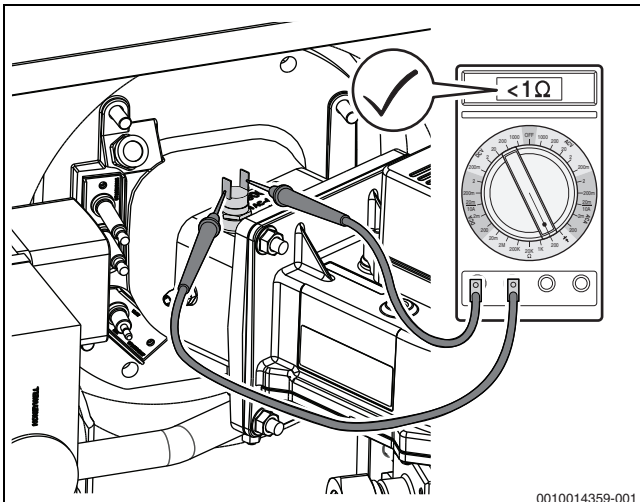

Bild 62 Elektrischen Widerstand an den Kontakten des Temperaturwächters messen (Temperaturwächter in Ordnung)
- ▶ Elektrischen Widerstand an den Kontakten des Temperaturwächters messen (→ Bild 62).